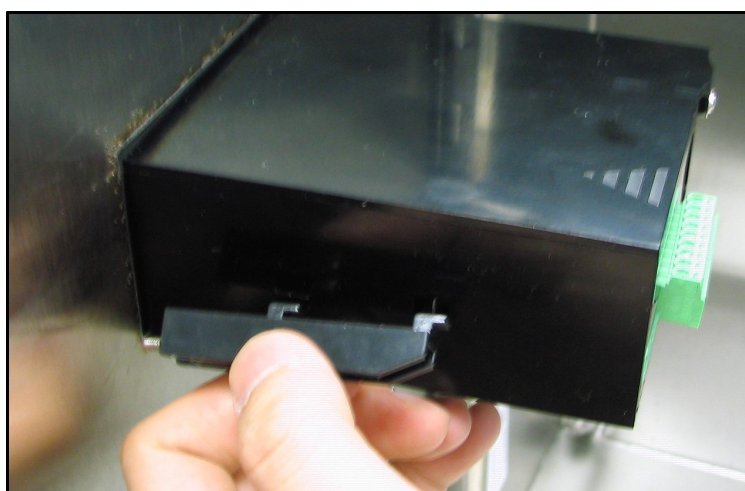

Figura 12: Installazione delle staffe di montaggio
4. Dietro al pannello inserire le staffe di montaggio nei fori previsti lateralmente (vedere Figura 12).